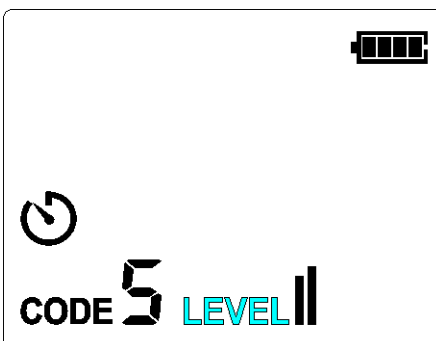

Abbildung 6.1.2b LEVEL erhöhen/verringern
3. Wenn das LEVEL-Symbol blinkt, drücken Sie kurz die Auf/Ab-Taste, um die Stufe auf III, II oder I einzustellen. Der Standardcode ist III, wie in Abbildung 6.1.2b dargestellt.